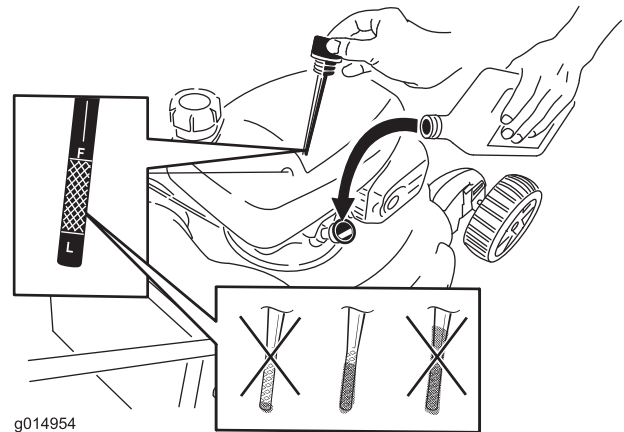

Figure 39
6. Retirez la jauge de niveau du tube de remplissage (Figure 39).
12. Sortez de nouveau la jauge et contrôlez le niveau d'huile ; voir Figure 39.
tube de remplissage, puis répétez les opérations 10 à 12 jusqu'à ce que le niveau d'huile soit correct, comme montré à la Figure 39.